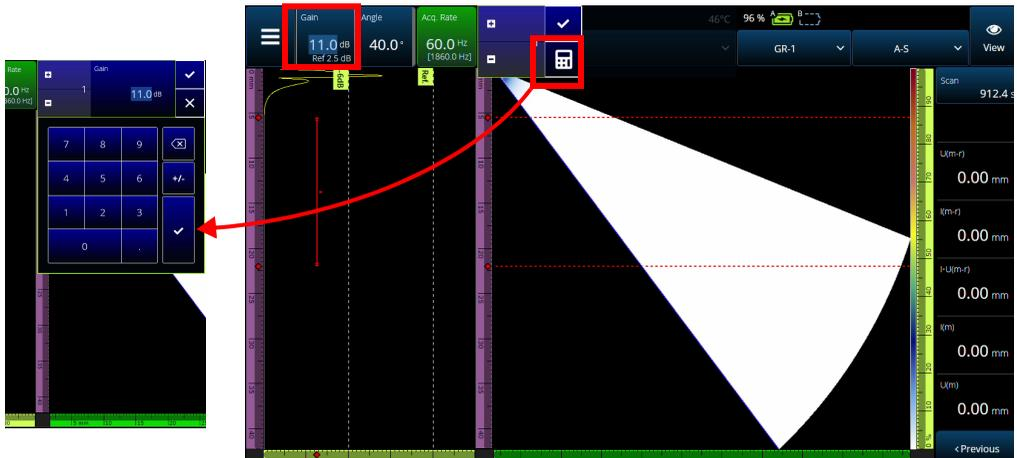

Abbildung 2-10 Parametereinstellung mit Auf- oder Abfeiltasten oder mit der Tastatur
1. Tippen Sie auf den Parameter (Abbildung 2-10 auf Seite 43).